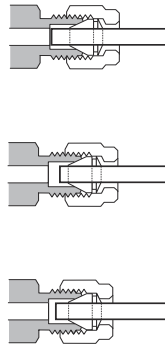

Figura 13 Conexión finalizada
- 10 En la Figura 13 se muestran conexiones correcta e incorrectamente ensambladas. Observe que el extremo de la tubería en una conexión correctamente ensamblada no está aplastado y no interfiere en la acción de las férulas.